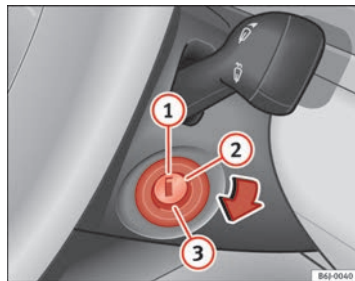

Fig. 98 Positions de la clé de contact
Dans cette position $\Rightarrow$ fig. 98 l'allumage et le moteur sont déconnectés, ce qui peut bloquer la direction.
- Amenez la clé de contact en position ⇒ fig. 98 ②. Le témoin  s'allumera en cas de préchauffage du moteur.
- Lorsque le témoin s'éteint, tournez la clé en position ③ pour lancer le moteur sans appuyer sur l'accélérateur.
- Amenez la clé de contact en position ⇒ fig. 98 ①.